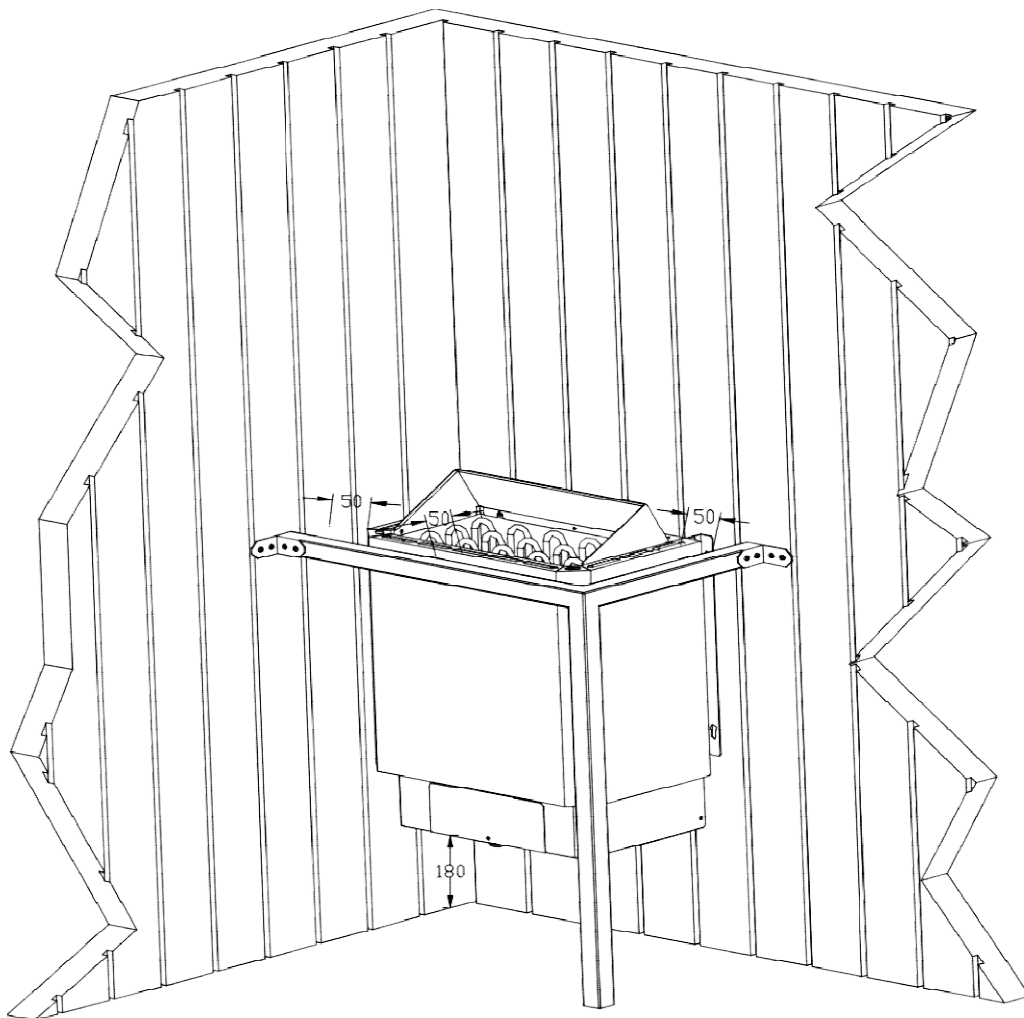

Figure 3
- L'emplacement de l'appareil doit répondre aux exigences minimales concernant les distances indiquées dans le tableau 1 et la figure 3.
- Le poêle devient très chaud lors du fonctionnement, pour éviter tout risque de contact accidentel, il est recommandé de prévoir une protection. Voir le **tableau 1** et la **figure 3**.